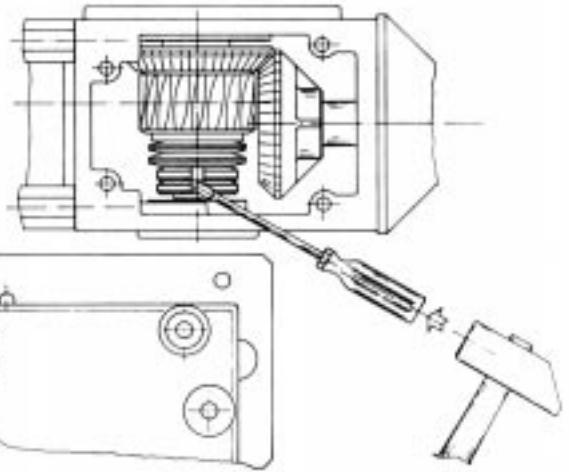

Fig. 8
A regolazione avvenuta ricordarsi di bloccare le due ghiere una contro l'altra (Fig. 8).
N.B. : Il ne faut donner au portail que la force nécessaire à son actionnement, une personne doit donc être en mesure de l'arrêter avec la main. Un fois le réglage effectué, se rappeler de bloquer les deux bagues l'une contre l'autre (Fig. 8).
Take care to secure the two ring nuts one against the other once the clutch has been adjusted (Fig. 8).
N.B.: Die Antriebskraft des Tors darf nur so hoch sein, daß das Tor geschlossen wird, aber per Hand angehalten werden kann. Nach der Einstellung sind die beiden Nutmuttern zu sichern (Abb. 8).
Il motore non ha la forza di muovere l'anta.	Agire sulla frizione dando più forza di spinta (senza esagerare) (Fig. 8).
BRACCIO n'a pas de force de traction.	Operer sur l'embrayage autant qu'il faut afin de retrablier le mouvement de la grille sans le forcer (Fig. 8).